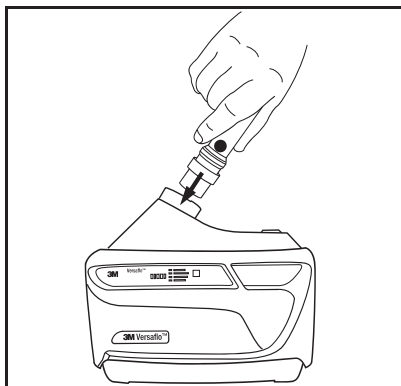

Fig. 15-1 Conexión del indicador de flujo de aire
- Inserte el indicador de flujo de aire TR-971 en la salida de la unidad de motor/ventilador TR-600. Si el tubo de respiración está en su lugar debe quitarlo para permitir la inserción del indicador de flujo de aire (Fig. 15-1).